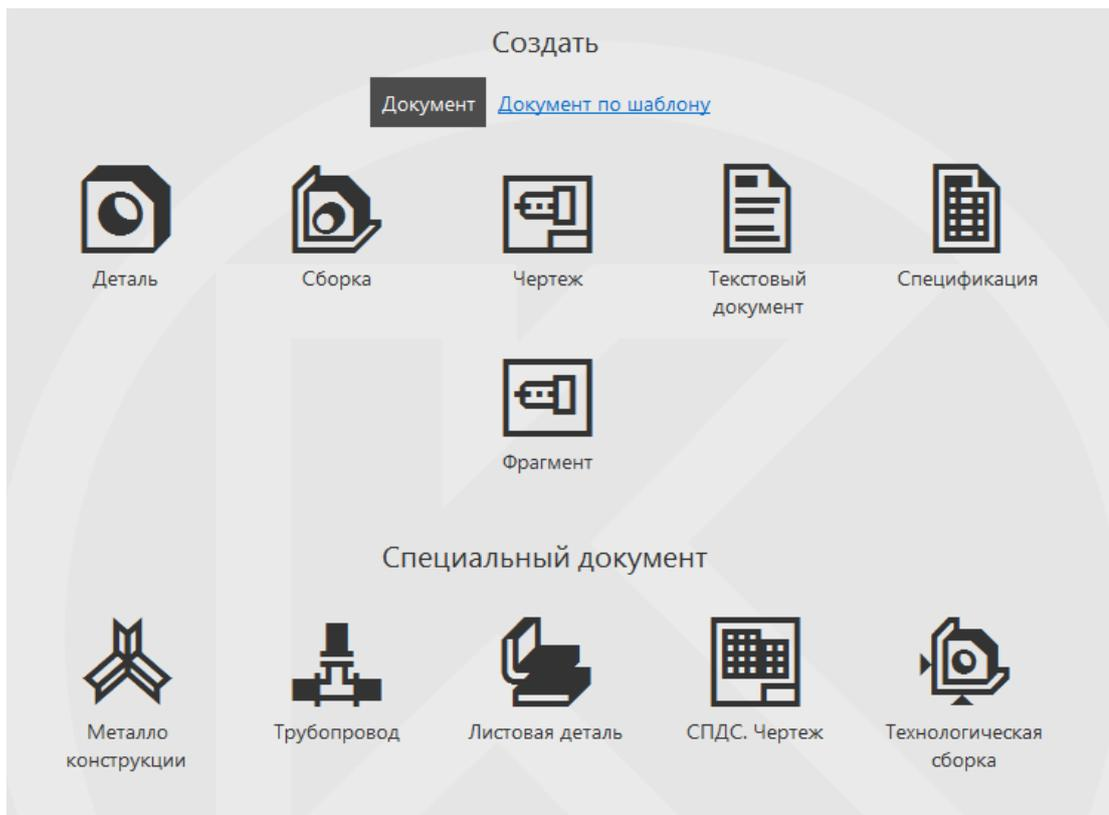

Рисунок 2.2
- 1 В окне приветствия КОМПАС 3D выберем Фрагмент (рис. 2.2).